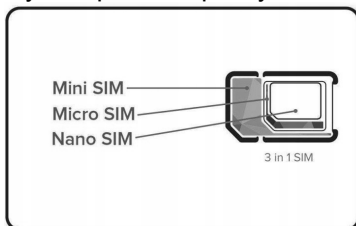

Рисунок 13
- приобрести SIM-карту размера miniSIM (25×15 мм, рисунок 13) любого оператора связи с возможностью доступа в интернет. Если планируется использование СМС уведомлений, то при выборе тарифного плана необходимо предусмотреть отправку СМС.